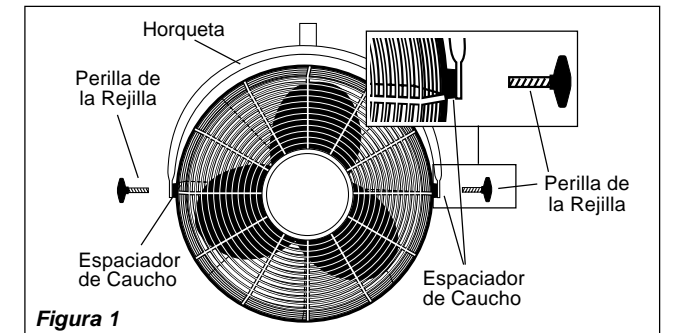

Figura 1
1. Ponga la Cabeza del Ventilador sobre una superficie plana de modo que el frente esté hacia abajo. Coloque en forma aflojada una Perilla de la Rejilla y un Espaciador de Caucho en el Conjunto de la Cabeza. Coloque la otra Perilla de la Rejilla y el Espaciador de Caucho en el Conjunto de la Cabeza y apriete FIRMENTE. Vuelva a la primera Perilla de la Rejilla y apriete FIRMENTE. (Figura 1)